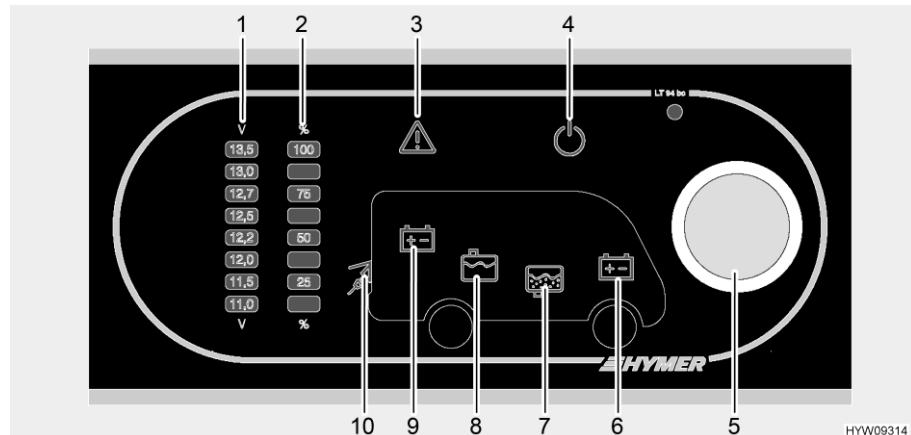

Bild 105 Panel (LT 94)
Der Drehtaster (Bild 105,5) schaltet das Panel und die 12-V-Versorgung des Wohnraums ein und aus.
- Den Drehtaster (Bild 105,5) drücken: Die 12-V-Versorgung des Wohnraums ist eingeschaltet. Die 12-V-Kontroll-Leuchte (Bild 105,4) leuchtet.
- Den Drehtaster (Bild 105,5) drücken: Die 12-V-Versorgung des Wohnraums ist ausgeschaltet. Die 12-V-Kontroll-Leuchte (Bild 105,4) erlischt.
Über den Drehtaster (Bild 105,5) lässt sich sowohl die Spannung der Wohnraumbatterie als auch die Spannung der Starterbatterie abfragen. Die Spannung wird an der Anzeigeskala für Batteriespannung (Bild 105,1) angezeigt.
- Drehtaster (Bild 105,5) drehen, bis das Symbol der Batterie leuchtet, deren Spannung abgefragt werden soll.
Spannung der Wohnraumbatterie wird angezeigt (Bild 105,9)
Spannung der Starterbatterie wird angezeigt (Bild 105,6)
- Spannung an der Anzeigeskala Batteriespannung (Bild 105,1) ablesen. Die folgenden Tabellen helfen dabei, die angezeigte Batteriespannung richtig zu interpretieren.
Über den Drehtaster (Bild 105,5) lässt sich sowohl der Füllstand des Wassertanks als auch der Füllstand des Abwassertanks abfragen. Der Füllstand wird an der Anzeigeskala Tankfüllstand (Bild 105,2) angezeigt.
- Drehtaster (Bild 105,5) drehen, bis das Symbol des Tanks leuchtet, dessen Füllstand abgefragt werden soll.
Füllstand des Wassertanks wird angezeigt (Bild 105,8)
Füllstand des Abwassertanks wird angezeigt (Bild 105,7)
- Füllstand an der Anzeigeskala Tankfüllstand (Bild 105,2) ablesen.
Die Warnleuchte Alarm (Bild 105,3) blinkt, sobald festgelegte Grenzwerte überschritten oder unterschritten werden.
Die Warnleuchte Alarm (Bild 105,3) blinkt, sobald die Spannung der Batterie 11 V unterschreitet. Wenn die 12-V-Versorgung eingeschaltet ist, leuchtet zusätzlich das entsprechende Batteriesymbol (Bild 105,6 oder 9), und die Anzeige "11,0" auf der Anzeigeskala Batteriespannung (Bild 105,1) blinkt. Tiefentladung droht.
Tank-Alarm Die Warnleuchte Alarm (Bild 105,3) blinkt und das entsprechende Tanksymbol (Bild 105,7 oder 8) leuchtet, sobald der Wassertank leer oder der Abwassertank voll ist.
Die 230-V-Kontroll-Leuchte (Bild 105,10) leuchtet, wenn am Eingang des Elektroblocks Netzspannung vorhanden ist.